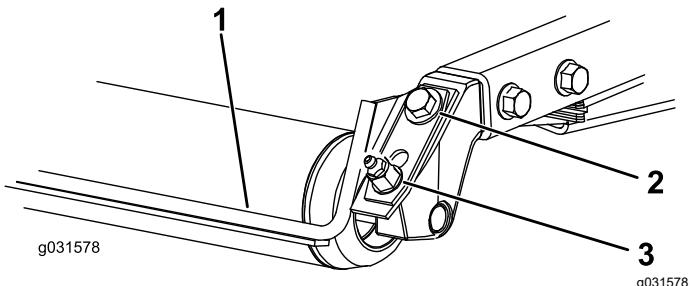

図 8
- グリスフィットティングと取り付けねじをゆるめる 図 8。